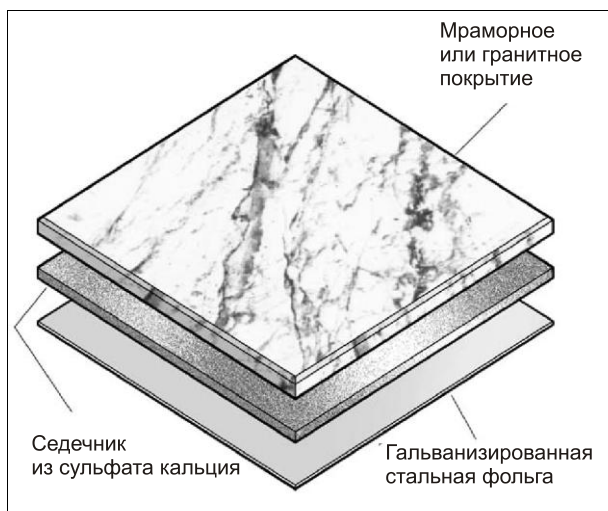

Рис. 10.8. Панель FF12L
- FF12L — панель под отделку натуральным мрамором и гранитом. Специальная панель изготовлена из минерального волокна толщиной 12,5 мм, основанием которой является лист оцинкованного железа толщиной 0,5 мм. Обработка боковых сторон не предусмотрена. Поверхность такого фальшпола должна быть покрыта натуральным мрамором или гранитом, предварительно отполированным с двух сторон, примерной толщиной 18 мм. Общая толщина такой панели 30,5 мм (рис. 10.8).